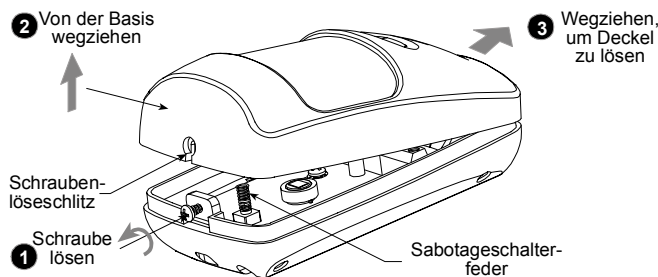

Abb. 3. Entfernen des Gehäusedeckels
A. Gehäusedeckel wie in Abb. 3 gezeigt entfernen.
- A. Gehäusedeckel wie in Abb. 3 gezeigt entfernen.